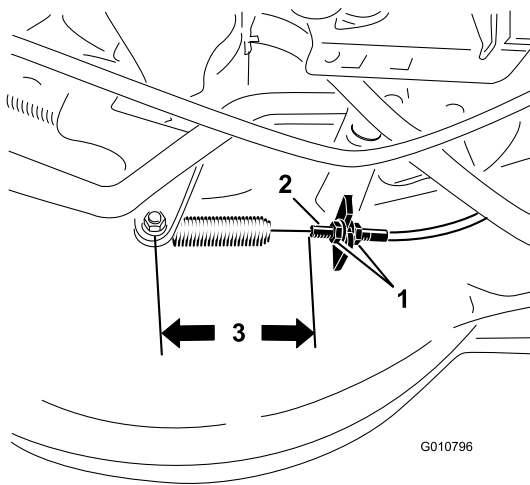

Bild 26
4. Lockern Sie die Muttern des Messerbremszugs, bis sich der Bremszug verschieben lässt (Bild 26).
- Hinweis:** Der Abstand zwischen dem Ende des Bremszugs und der Schraube, mit der die Feder verankert ist, sollte 11,4 cm betragen. Siehe Bild 26.